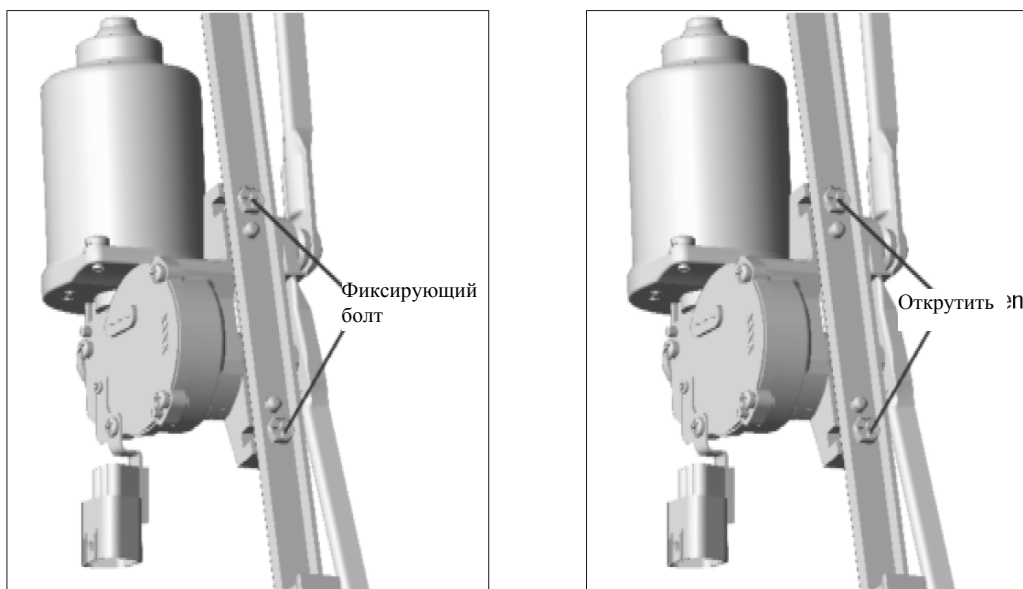

Рис. 347
- (5) Открутите 2 болта крепления двигателя стеклоочистителя(рис. 347)
- (6) Воспользуйтесь специальным инструментом для отсоединения плеча кривошипного вала от соединительного штока стеклоочистителя